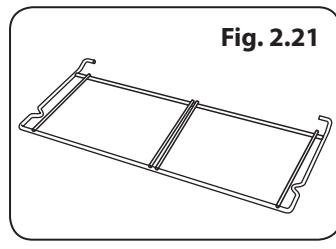

Fig. 2.21
- Support de lèchefrite (Fig. 2.21)